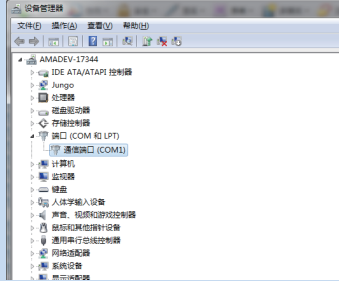

图1
1. 打开电脑上的设备管理器，如果电脑硬件配置有RS-232串口，则在“端口(COM和LPT)”选项中会显示该COM口号(图1)。在软件中选择此COM口就可以正常连接驱动器和电脑。